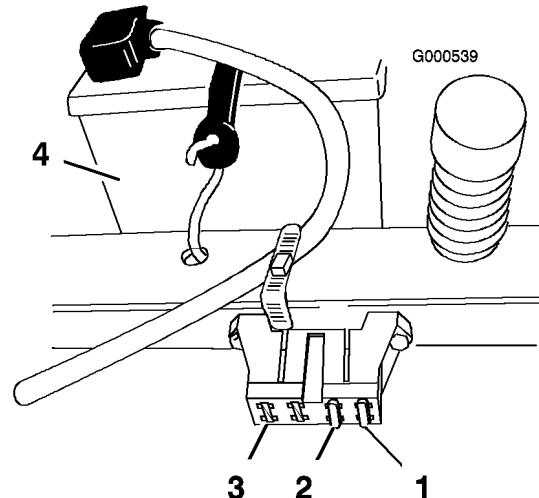

Figure 33
- Soulevez le siège pour accéder au porte-fusibles (Figure 33).
- Pour remplacer un fusible, tirez dessus pour l'enlever (Figure 33).